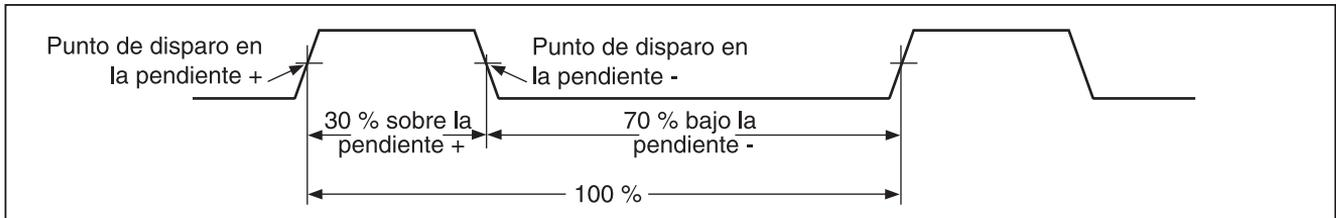

Figura 9. Componentes de las mediciones de ciclos de trabajo
Para medir frecuencia, conecte el multímetro a la fuente de la señal y presione . Al presionar  se conmuta la pendiente de disparo entre + y -, tal como se indica con el símbolo del lado izquierdo de la pantalla (consulte la figura 9 en el apartado “Medición del ciclo de trabajo”). Al presionar , se detiene e inicia el contador.
Ciclo de trabajo (o factor de trabajo) es el porcentaje de tiempo que una señal está por encima o por debajo de un nivel de disparo durante un ciclo (figura 9). El modo del ciclo de trabajo es óptimo para medir el tiempo de encendido y apagado de señales lógicas y de conmutación. Los sistemas tales como la inyección electrónica de combustible y las fuentes de alimentación por conmutación se controlan mediante impulsos de anchura variable y esta característica puede verificarse midiendo el ciclo de trabajo.
2. Presione  por segunda vez para medir el ciclo de trabajo de la señal. Presione  para seleccionar una medición del impulso positivo o negativo de la señal, remítase a la figura 9.